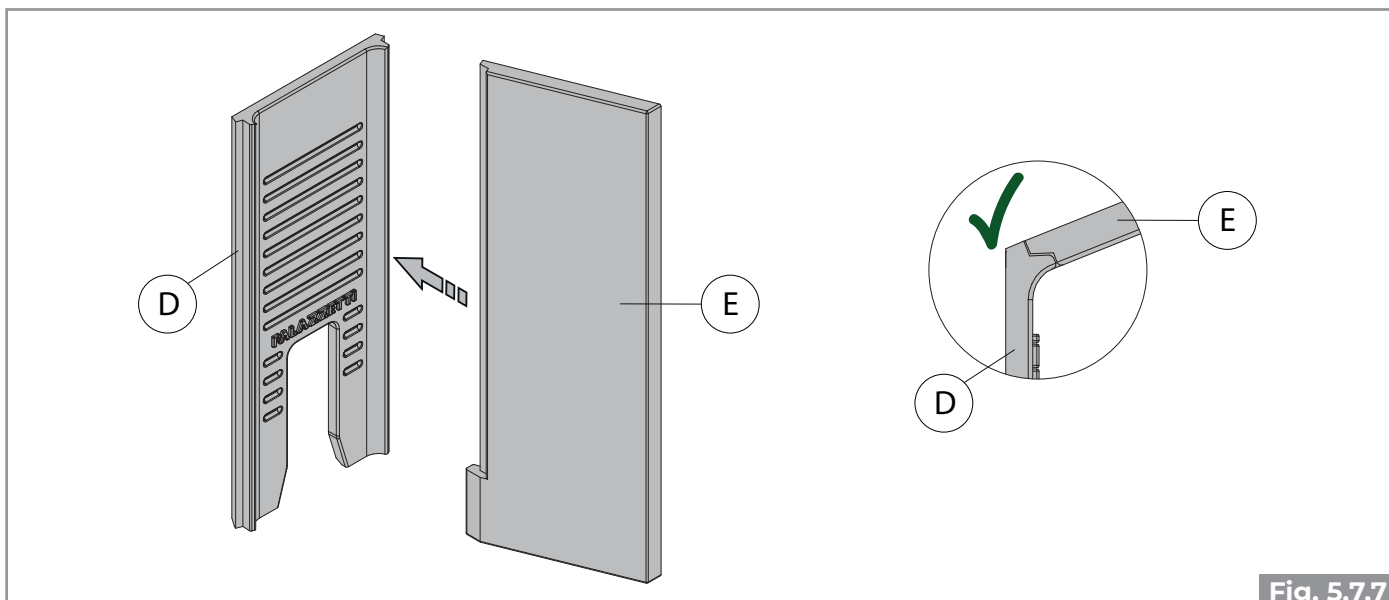

Fig. 5.7.7
- Acercar entre ellas la pared de fondo D y la derecha E haciendo encajar las respectivas canaladuras (Fig. 5.7.7) e introducirlas juntas dentro de la cámara de combustión teniendo cuidado de que: